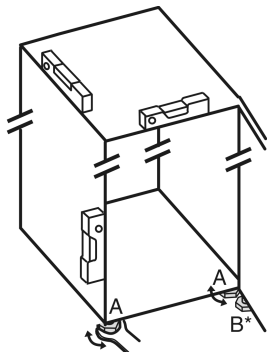

Fig. 5
- ▶ Dévisser les pieds réglables Fig. 5 (A) avec la clé plate fournie et utiliser un niveau à bulle pour vérifier que l'appareil est bien plan.
- ▶ Dévisser le pied réglable Fig. 5 (B) du support de palier avec la clé plate fournie jusqu'à ce qu'il touche le sol.
- ▶ Tourner le pied réglable Fig. 5 (B) de 90° supplémentaires.